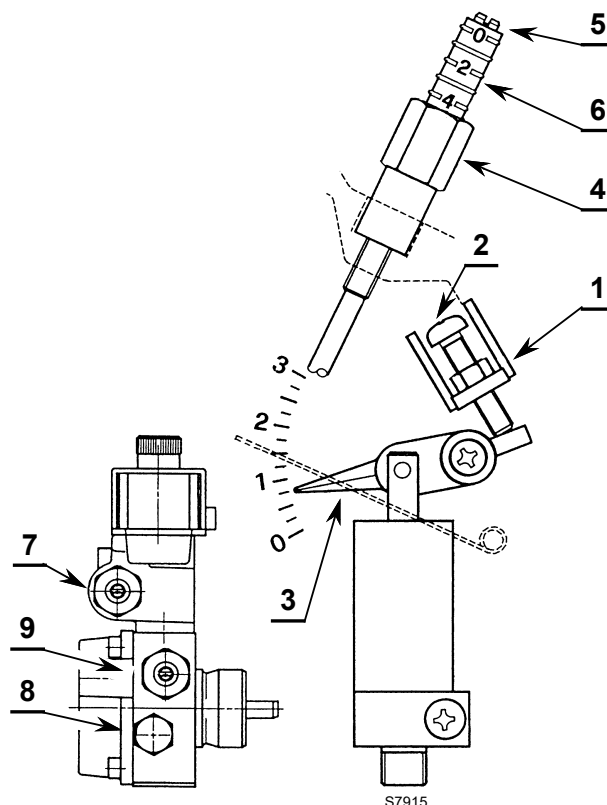

Рис. 13
- Ослабьте гайку 1)(Рис. 13), поверните винт 2)(Рис. 13) и установите указатель 3)(Рис. 13) в требуемое положение.
- По завершении регулировки затяните гайку 1)(Рис. 13).
При необходимости отрегулируйте давление винтом 7) (Рис. 13).
Манометр для проверки давления должен устанавливаться вместо колпачка 8) (Рис. 13).
- Ослабьте гайку 4)(Рис. 13), поверните винт 5)(Рис. 13) и установите указатель 6)(Рис. 13) в требуемое положение.
- По завершении регулировки затяните гайку 4)(Рис. 13).
При необходимости отрегулируйте давление винтом 9) (Рис. 13).